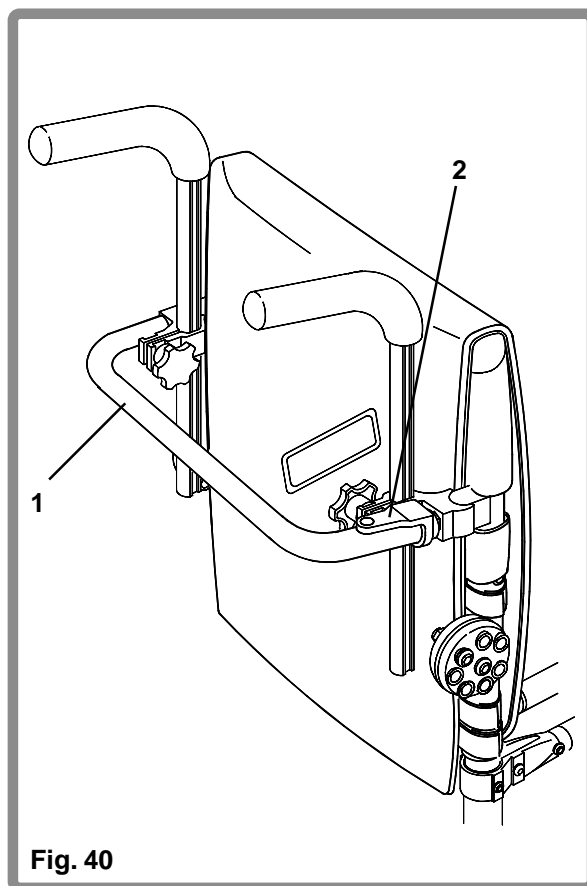
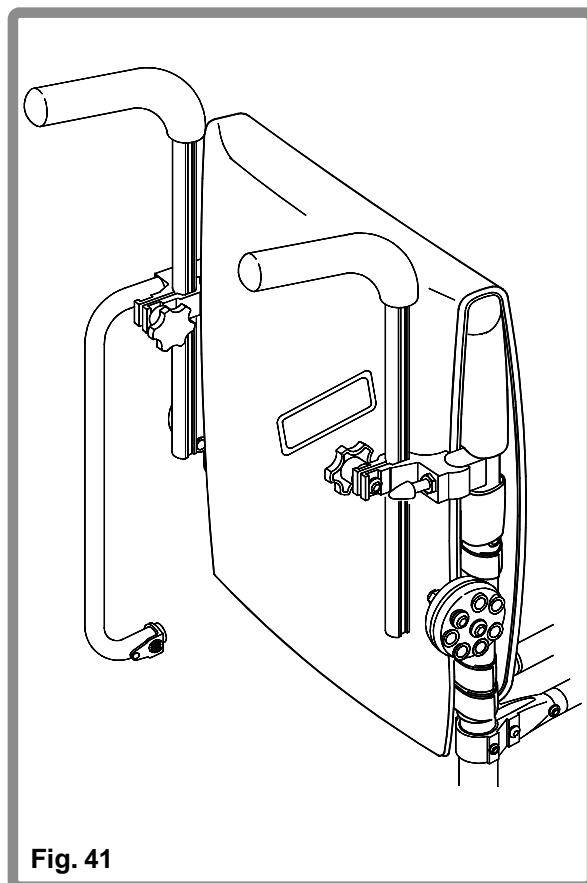

Fig. 40
Fig. 41
Om de stoel nog steviger te maken, wordt er eveneens een stabilisatiestang (1) geleverd (Fig. 40). Om de stabilisatiestang voor het inklappen af te nemen, dient u de hendel (2) aan de rechterzijde omlaag te drukken en de stang naar achteren en naar beneden te trekken. In zo kan de stoel worden ingeklapt (Fig. 41).